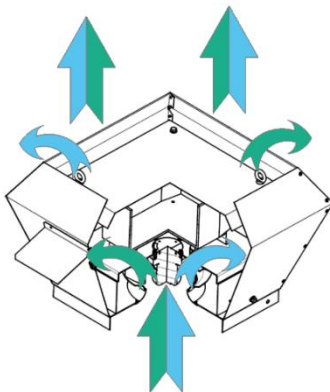
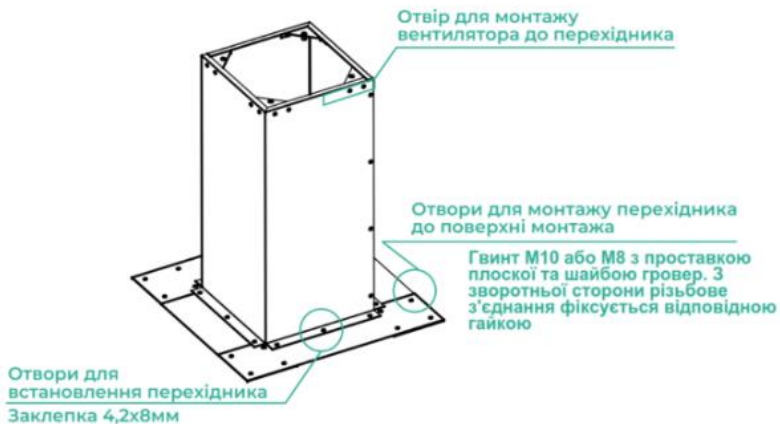

Рисунок 3
Рисунок 4
7.3.1 Встановити до перехідника вентилятор «SRV-EC», отвори монтажних отворів повинні співпадати. Встановити до отворів де встановлені клеपालні гайки відповідні гвинти М8. (Рисунок 3; Рисунок 4)